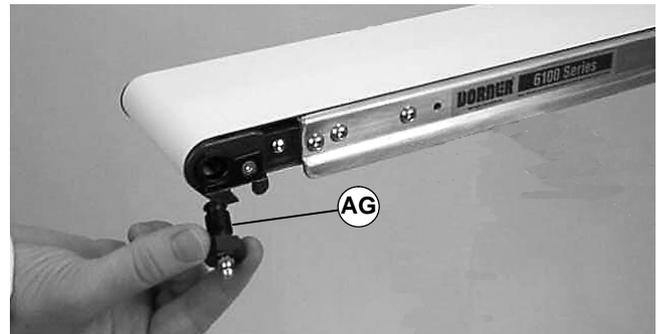

Abbildung 13
2. Den Schmieradapter von Dornier (Teilnr. 200046M) installieren (AG siehe Abbildung 13). Sicherstellen, daß die Adapterschulter an der Endplatte des Förderers anliegt.